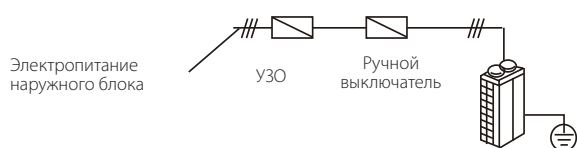

Рис. 6-1
- ❖ Все внутренние блоки, входящие в систему (то есть все внутренние блоки, присоединенные к одному и тому же комплексу наружных блоков) должны быть подключены к одной силовой цепи с общей линией электропитания, выключателем максимального тока, устройством защитного отключения (защитным выключателем замыкания на землю) и ручным выключателем, как показано на рис. 6-1. Не следует устанавливать отдельные защитные устройства и ручные выключатели для каждого внутреннего блока. Все внутренние блоки в системе должны включаться и выключаться одновременно. Это необходимо потому, что если работающий внутренний блок внезапно выключится, а другие наружные блоки будут продолжать работать, то испаритель выключившегося блока замерзнет, поскольку хладагент будет продолжать течь к этому блоку (расширительный клапан которого будет открыт), а вентилятор будет выключен. Продолжающие работать внутренние блоки не будут получать достаточное количество хладагента, поэтому эффективность их работы снизится. Кроме того, жидкий хладагент, возвращающийся отвыключенного блока непосредственно в компрессор, создаст гидравлический удар, который может повредить компрессор.